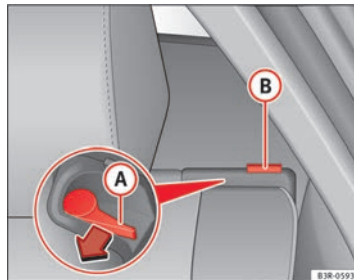

Abb. 114 Entriegelungshebel der Rückenlehne
- Den Entriegelungshebel (A) ⇒ Abb. 114 in Pfeilrichtung bewegen.